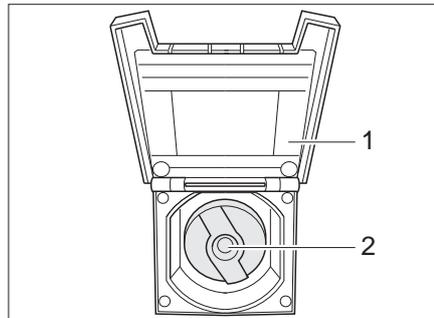

Bild 152 Verschlussdeckel für Trinkwasser-Einfüllstutzen
- Verschlussklappe (Bild 152,1) zum Trinkwasser-Einfüllstutzen öffnen.
- Schlüssel in Schließzylinder (Bild 152,2) stecken und eine viertel Umdrehung entgegen dem Uhrzeigersinn drehen.
- Verschlussklappe (Bild 152,1) schließen.
- Trinkwasser-Einfüllstutzen (Bild 152) öffnen.